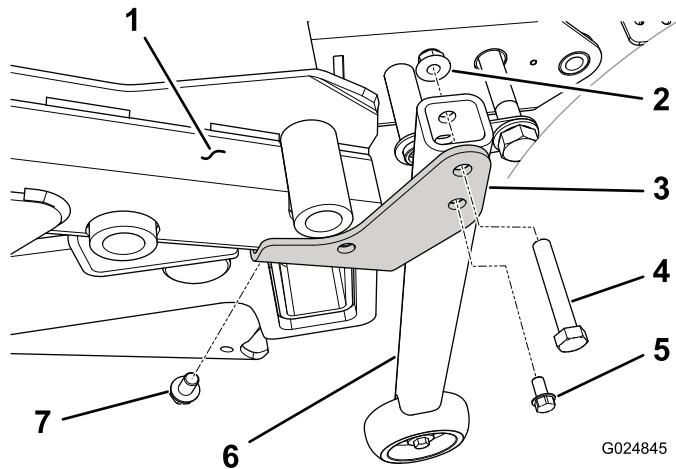

Figura 48
inferior de cada esquina trasera del bastidor de la carcasa con un tornillo autorroscante (3/8" x 5/8") (Figura 48).
- Instale un conjunto de rodillo en cada soporte de conversión con un perno (3/8" x 2 1/4") y una tuerca con arandela prensada (Figura 48).